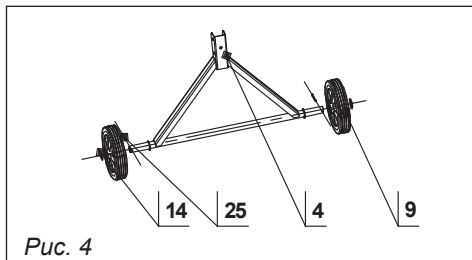

Рис. 4
9.1. Установить на оси рамки нижней **поз. 4** два колеса **поз. 4**, шайбы **поз. 14**, вставить в отверстия оси два шплинта **поз. 25** (см. рис. 4). Расшплинтовать шплинты, используя плоскогубцы.